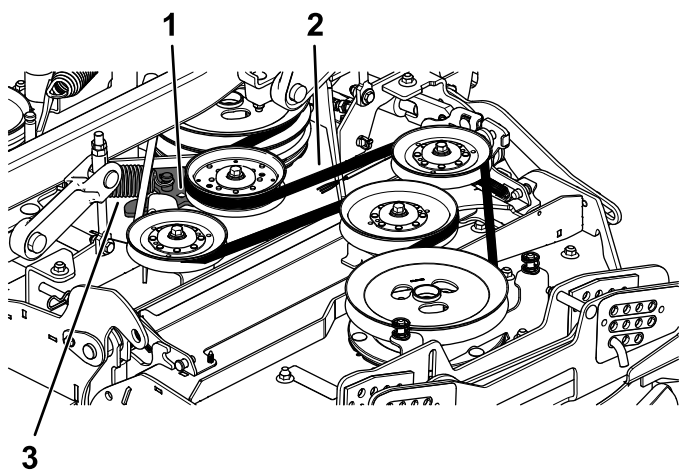

**Figure 58**
4. Enlevez les deux goupilles à anneau du couvercle de courroie extérieur et déposez ce dernier (Figure 58).
5. Faites pivoter le couvercle de courroie intérieur vers le haut (Figure 58).